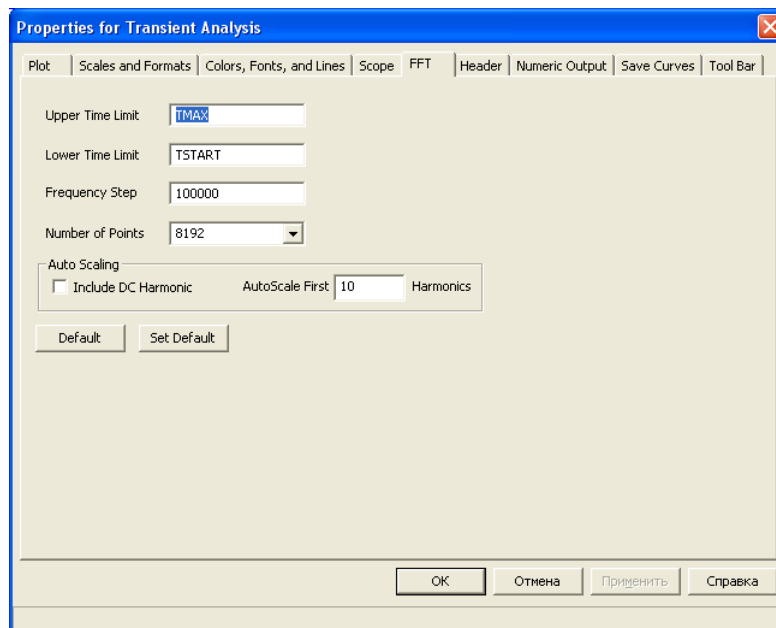

Рис. 4. Закладка FFT диалогового окна Plot Properties
Для правильного построения амплитудного спектра, при использовании функций HARM и FFT, на закладке Colors, Fonts, Lines диалогового окна Plot Properties, необходимо установить параметр Style в значение Popsicle (рис. 4).
- 4) Функции FFT используют параметры, установленные в закладке FFT диалогового окна Properties (Рис. 4). Это окно вызывается нажатием клавиши F10, пиктограммы или просто двойным кликом мыши на поле графика.